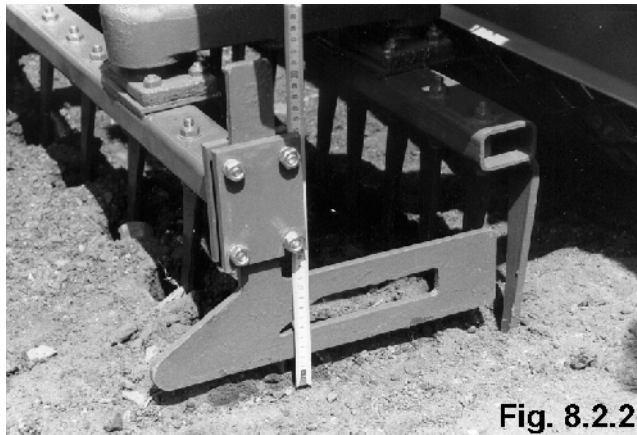

Fig. 8.2.2
- Ställ in sidoskenorna så att de löper ca 2 cm ovanför markytan (fig. 8.2.2.).